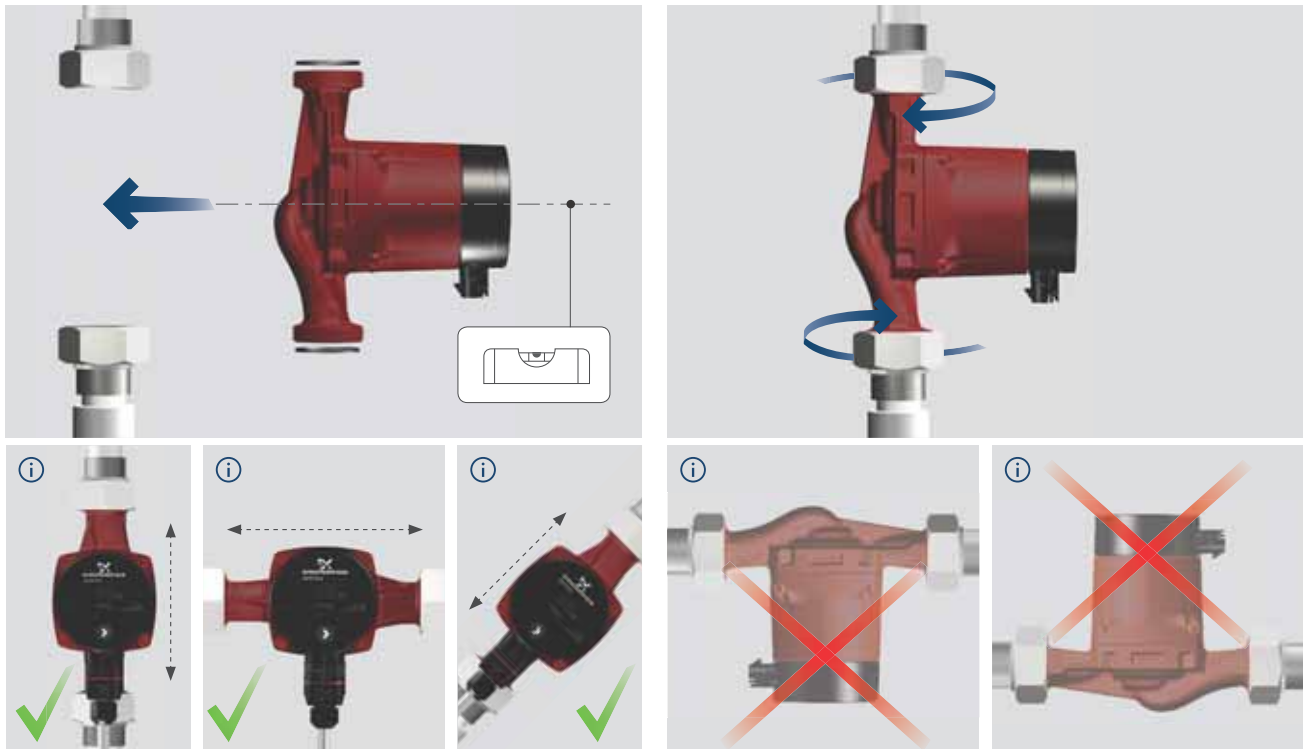

Fig. 4 Montaggio del GRUNDFOS ALPHA1
- Installare la pompa con l'albero motore orizzontale. Vedere fig. 4.